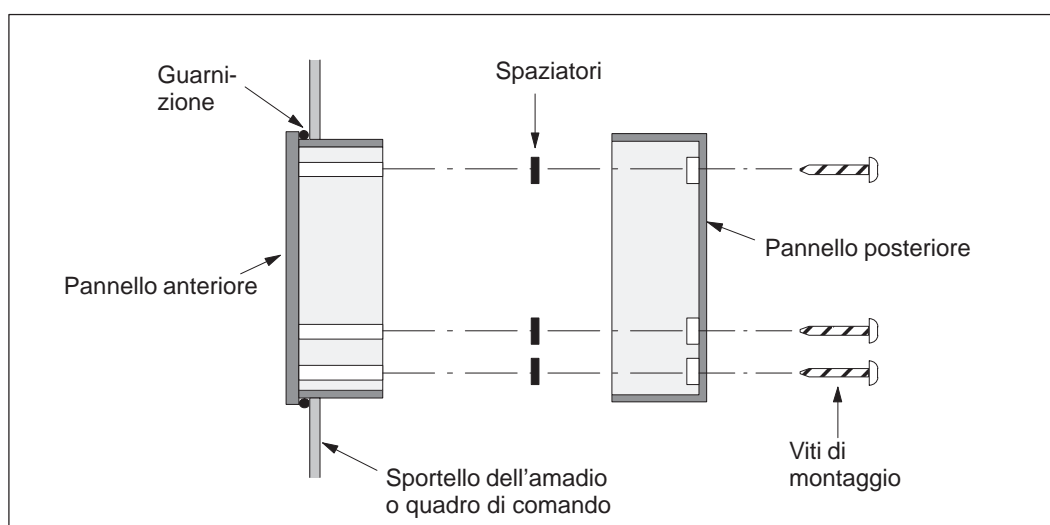

Figura 1-4 Posizionamento degli spaziatori
Spaziatori	Gli spaziatori autoadesivi forniti vengono utilizzati per il montaggio su superficie del TD 200. Vedere la figura 1-4.
2. Collocare gli spaziatori sopra i fori delle viti all'interno del pannello posteriore. Quando si riassume il TD 200, gli spaziatori premono contro la scheda circuitale del TD 200. Vedere la figura 1-4.
Eseguire le seguenti operazioni e consultare la figura 1-4 per completare il montaggio del TD 200.